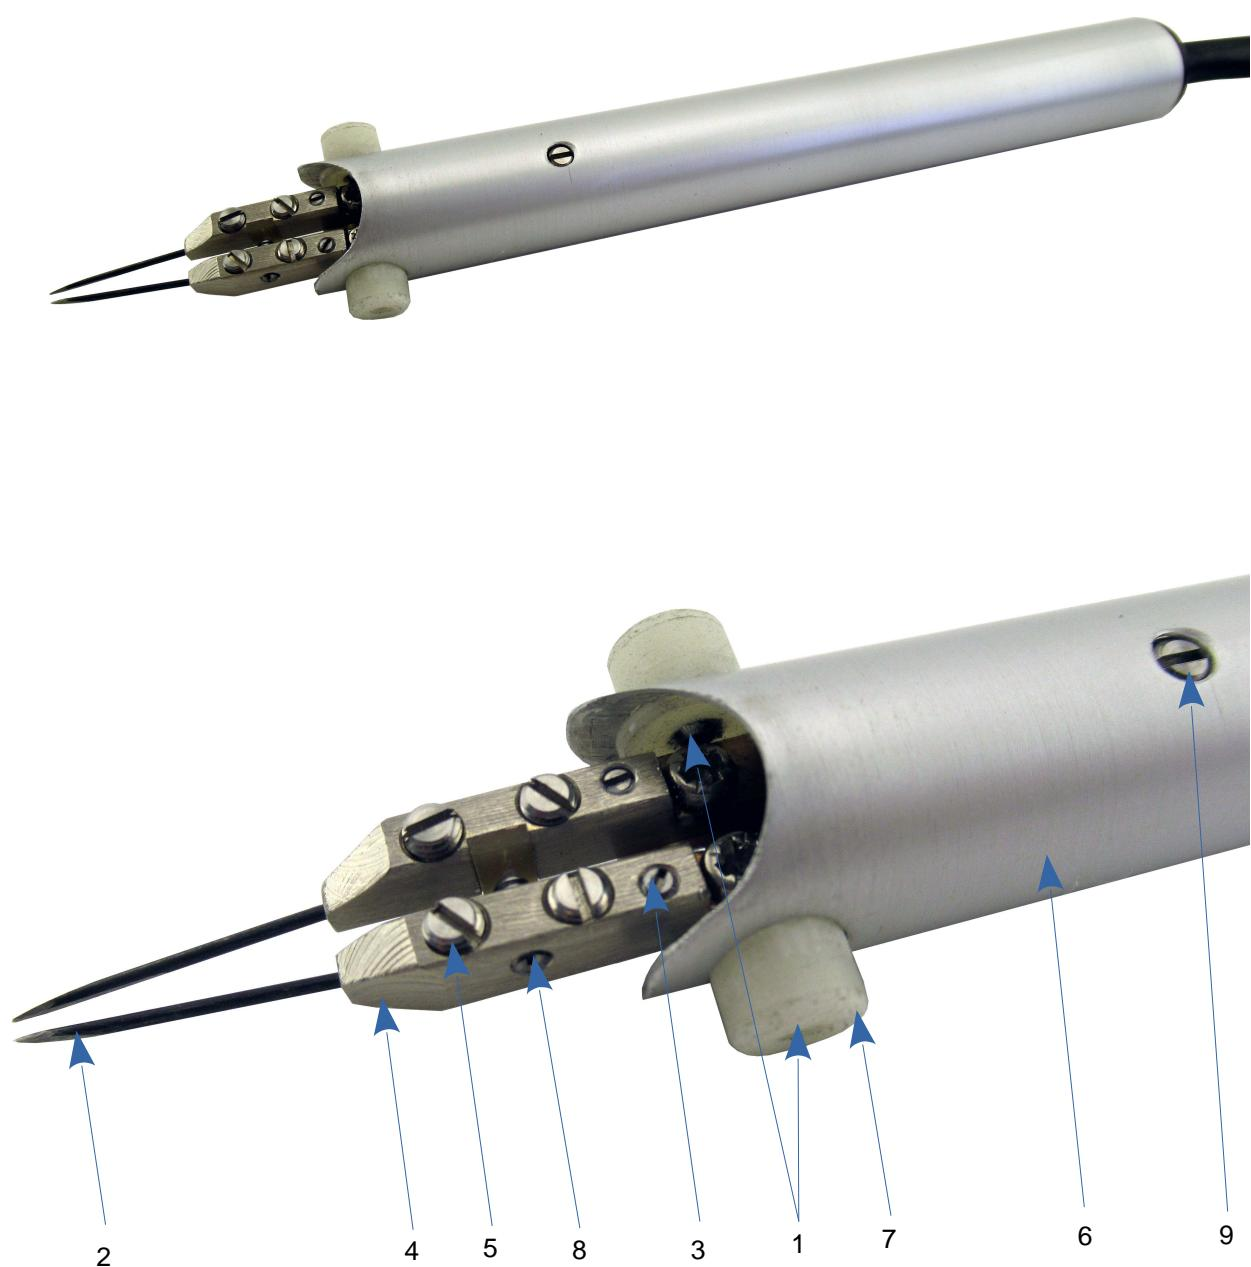

Рис. 1.Инструмент с установленным сдвоенным электродом.
1.3.1 Вид инструмента с установленными электродами показан на рис. 1